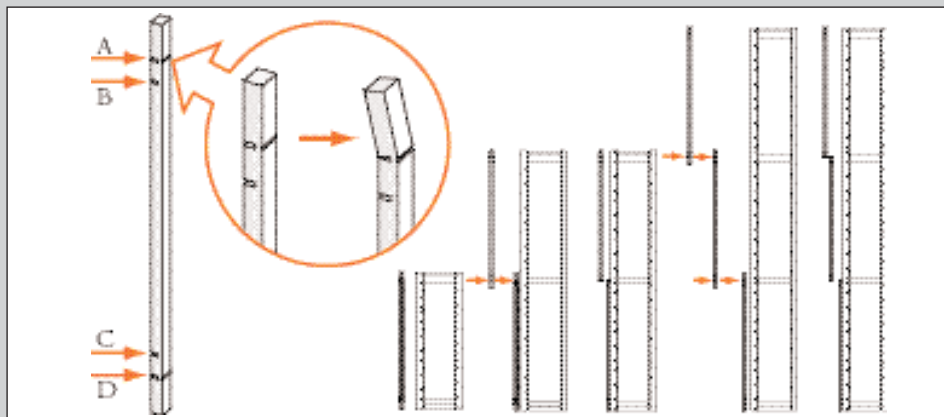
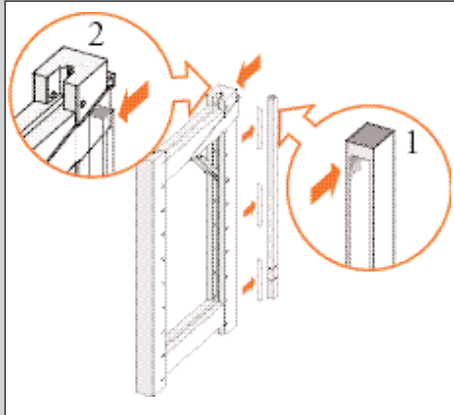

Abb. 13
Abb. 15
Unterlegleisten. Verkürzen Sie diese durch Abbrechen oder Schneiden an Stellen gemäß nachstehender Tabelle (siehe auch Abb.13).
1. Verkürzen Sie die Leiste in der richtigen Höhe. Der obere und untere Schlitz (A und D) können einfach mit der Hand gebrochen werden (siehe Abb. 13). Schneiden Sie nach dem Brechen eventuelle Unebenheiten mit einem Hobbymesser weg.
4. Verkürzen Sie die Unterlegleiste bei Stelle B (siehe Abb. 13).
5. Kleben Sie an mindestens zwei Stellen auf der Leiste (möglichst dicht bei den Enden) doppelseitigen Klebestreifen (siehe '1' Abb. 15).
6. Kleben Sie die Leiste auf die Regalwand (siehe '2' Abb. 15). Sorgen Sie dafür, dass die Unterseite der Leiste bündig mit der Unterseite der Strebe (Höhe 48 – 108 mm) oder der Oberseite einer anderen Unterlegleiste (Höhe 128 – 208 mm) (siehe Abb. 13) ist.
7. Verkürzen Sie die Unterlegleiste bei B und C (siehe Abb. 13).